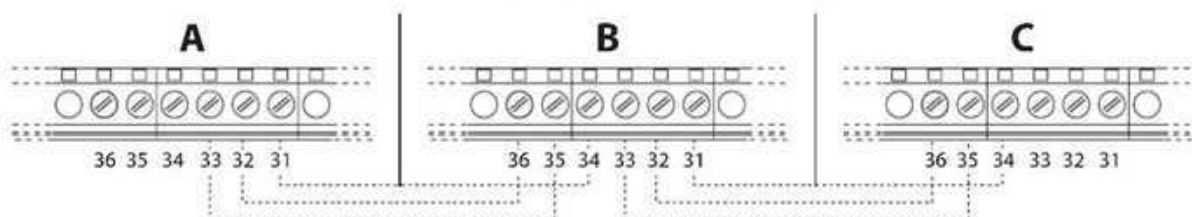

fig. 56- Conexión en cascada
1. Conecte los módulos como se ilustra en fig. 56 (ejemplo con 3 módulos)
Si no es así, desconecte la alimentación eléctrica y controle las conexiones en fig. 56.